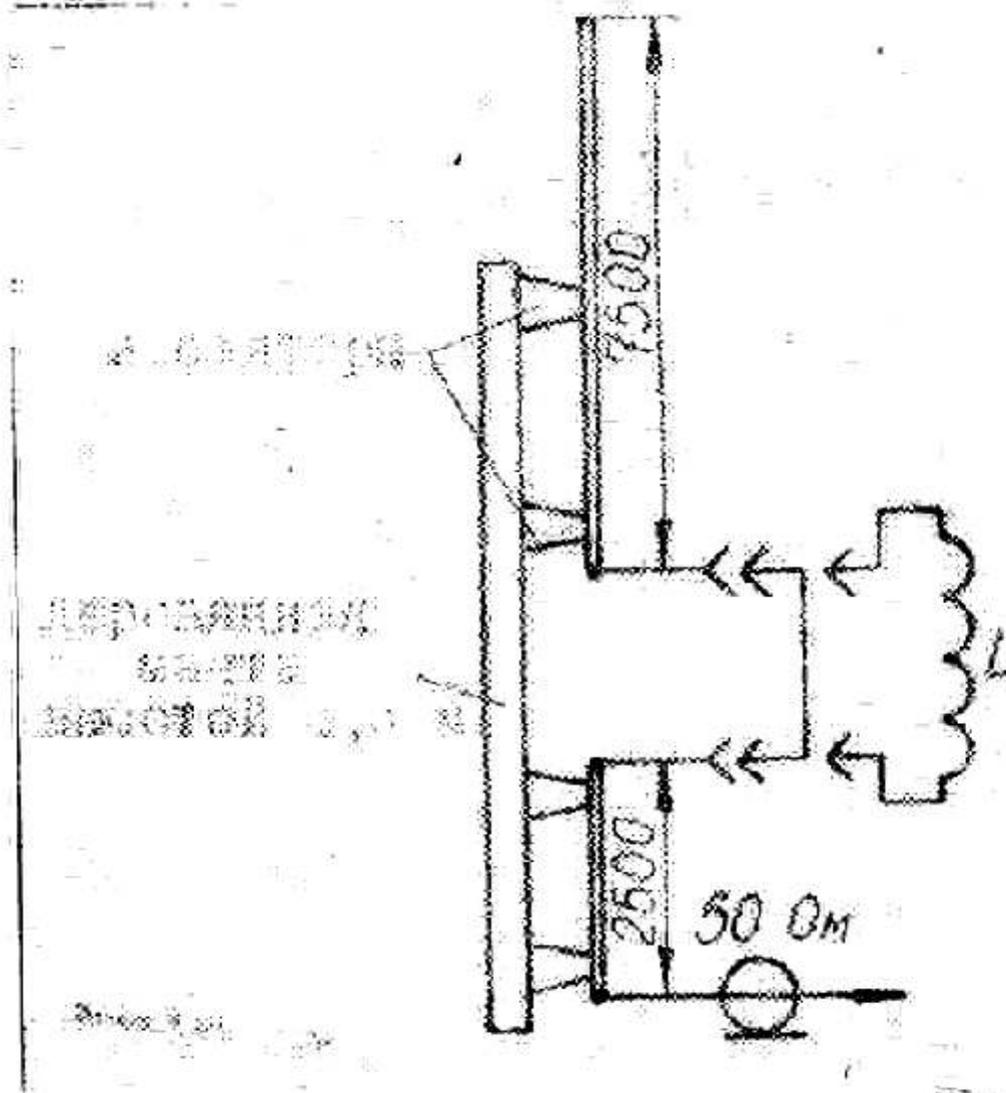

Рис. 14
* Очень простую шестидиапазонную антенну предложил английский радиолюбитель G3RFG (5) (рис. 14.)